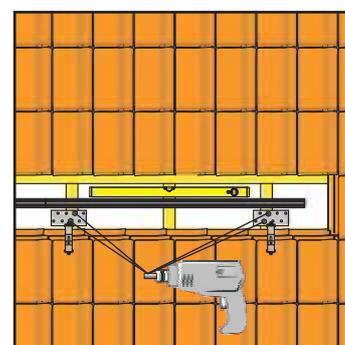

Figure 3-9 Vissez les crochets avec au moins deux écrous sur les chevrons
- Fixez sur les chevrons chaque crochet (FIX-AD, FIX-ADP) avec au moins deux des vis à bois fournies (Figure 3-9), forez au préalable à l'aide d'une perceuse à spirales de Ø 6 mm.